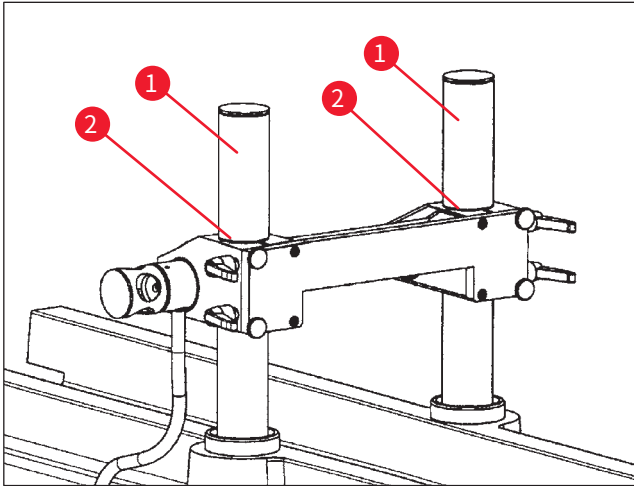

图 83
- 支撑柱 (→ 图 83-1) 上的凹槽 (→ 图 83-2) 标记的是 100 mm 位置。这需要凹槽与刀架上边缘相匹配, 请参见 (→ 图 83)。